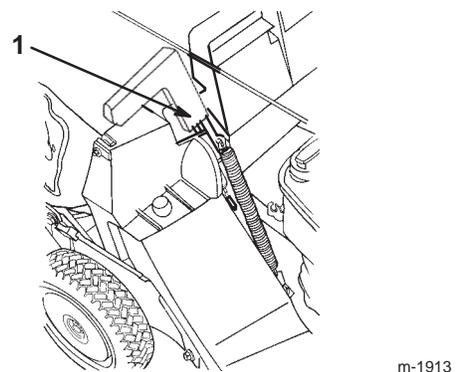

Figure 21
5. Tirez la poignée du volet d'éjection vers l'avant pour dégager le goujon de son logement, puis repoussez la poignée vers l'arrière pour bloquer le goujon dans l'encoche du sac (Fig. 21).